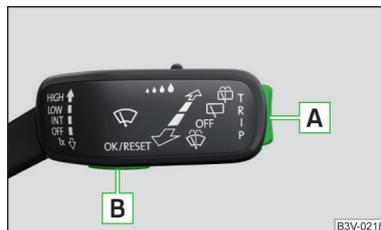
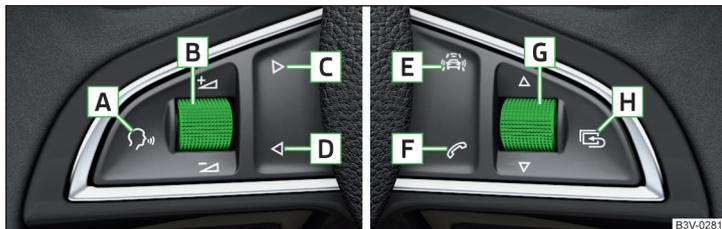

Fig. 30
Fig. 31 Teclas/Ruedas de ajuste: en el volante multifunción
> Presionar por más tiempo la tecla [A] en la palanca de mando » fig. 30 de la pág. 44.
> Presionar por más tiempo la rueda de ajuste [G] en el volante multifunción » fig. 31 de la pág. 45.
Los menús se pueden operar por medio de las teclas en la palanca de mando » fig. 30 de la pág. 44 o en el volante multifunción » fig. 31 de la pág. 45.
A continuación, girando la rueda de ajuste  » **fig. 31 de la pág. 45** en el volante multifunción, se muestra el menú **Últimos destinos**.
- Girar la rueda de ajuste  » **fig. 31 de la pág. 45**.